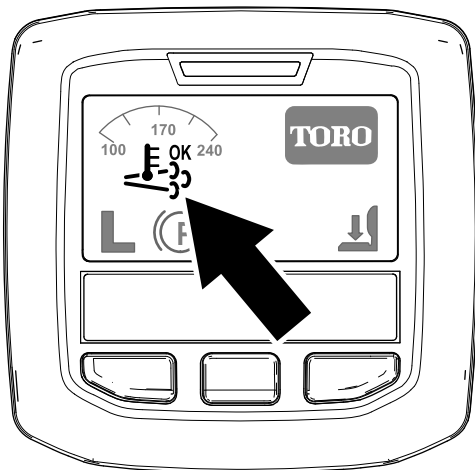

Figura 41
- Nell'InfoCenter viene visualizzata l'icona di rigenerazione assistita/ripristino (Figura 41).